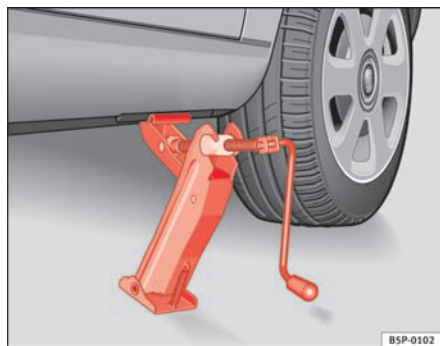

Fig. 174 Sådan sættes donkraften på.
- Stil donkraften således, at dens griber får fat i kanten under dørpanelet, og den bevægelige bundplade står plant på jorden ⇒ side 232, fig. 174.